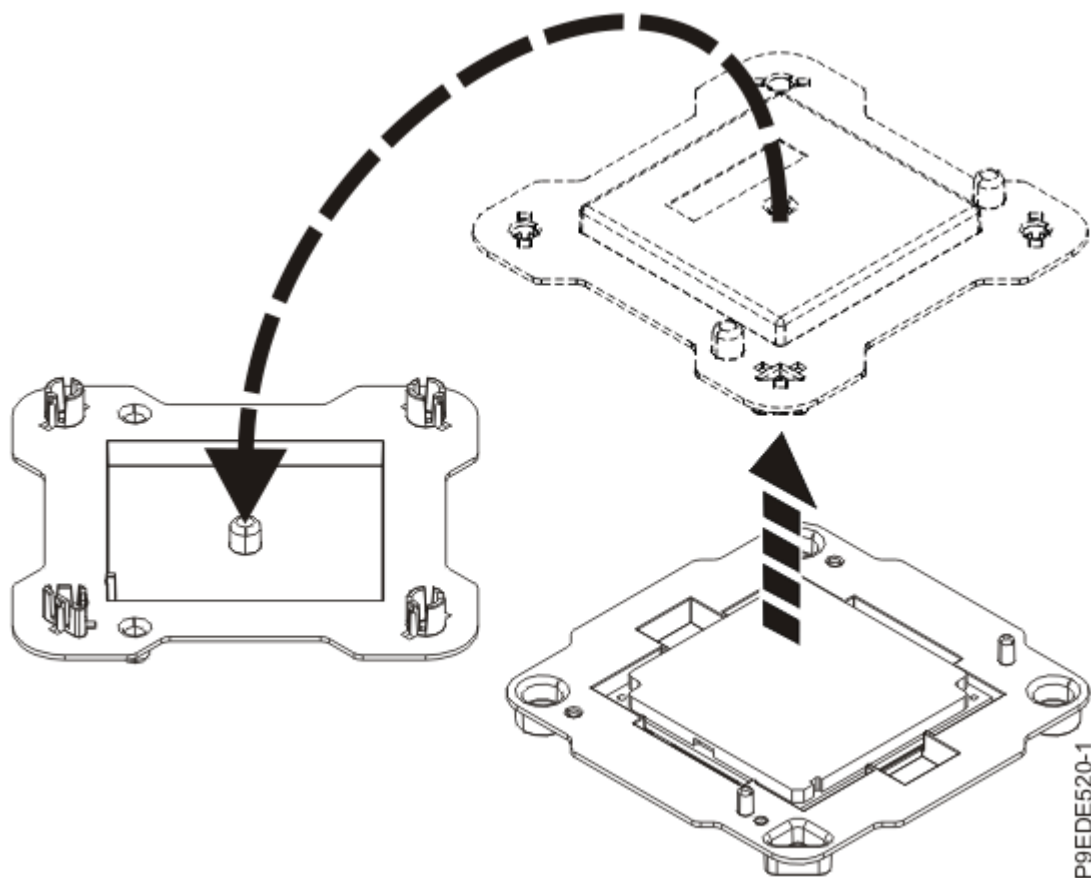

Abbildung 6. Verpackung des Systemprozessormoduls öffnen
2. Öffnen Sie die Verpackung des neuen Systemprozessormoduls und legen Sie die Abdeckung mit der Oberseite nach unten neben den Träger, siehe Abbildung 6 auf Seite 9. Die Abdeckung wird für das Systemprozessormodul verwendet, das Sie austauschen wollen.